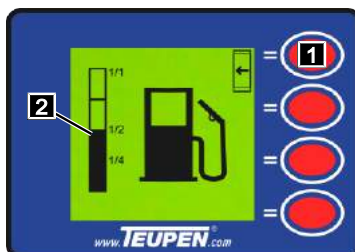

Fig. 83
Le niveau de carburant est indiqué sur la pompe (Fig.83/2).
1. Retourner au « Menu principal » avec la [Touche de fonction] (Fig.83/1).